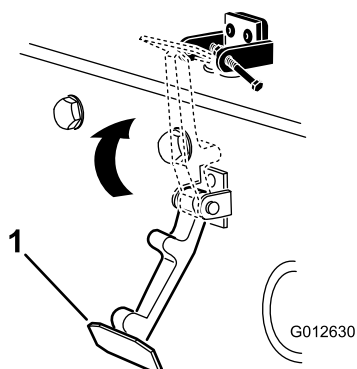

Рисунок 5
7. Введите защелку в зацепление с кронштейном защелки капота (Рисунок 5).